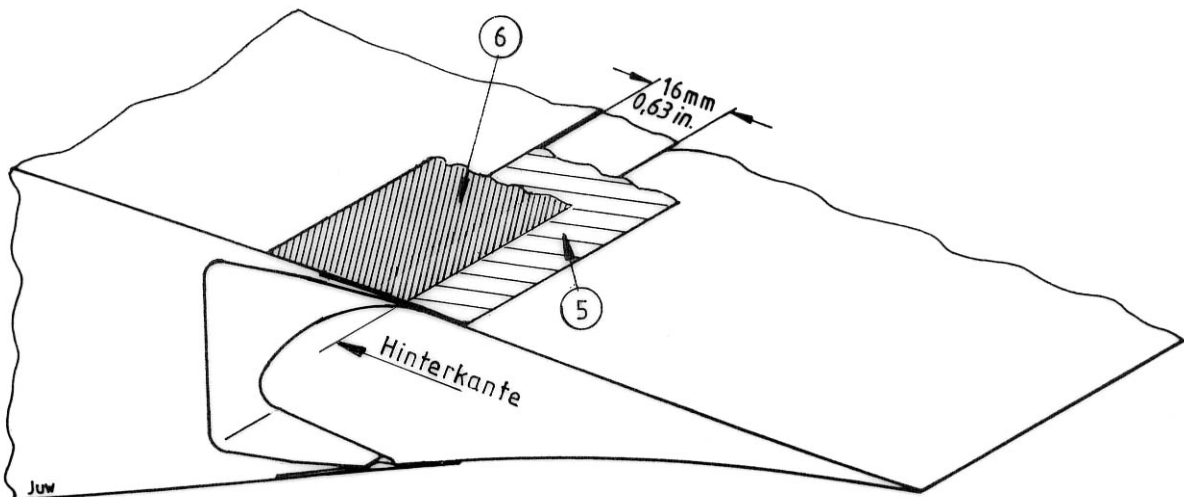

FIG. 4 Flügel-Oberseite
5.1 Falls noch nicht vorhanden, muß zuerst auf der Flügeloberseite, wie in Fig. 4 dargestellt, eine Stufe eingelassen werden, indem die Lackschicht bis zur äußeren GFK-Lage vorsichtig abgetragen wird (ca. 0,5 mm tief).
5.3 Nach dem Reinigen der Oberfläche der Stufe (siehe Hinweis unter Pkt. 3.) vom Abdeckband (5) die Schutzfolie abziehen und das Abdeckband mit seinem Selbstklebefilm über die ganze Spannweite des Querruders bzw. der Wölbklappe bündig auf die tiefergelegte Stufe des Flügels kleben (Fig. 4). Beim Aufkleben ist das Abdeckband immer unter Spannung (ca. 10 kg) zu halten.
5.4 Das Schutzklebeband (6) (Tesafilm Nr. 104, weiß, 25 mm breit) über die Vorderkante des Abdeckbandes (5) und der Stufe am Flügel kleben (Fig. 4).